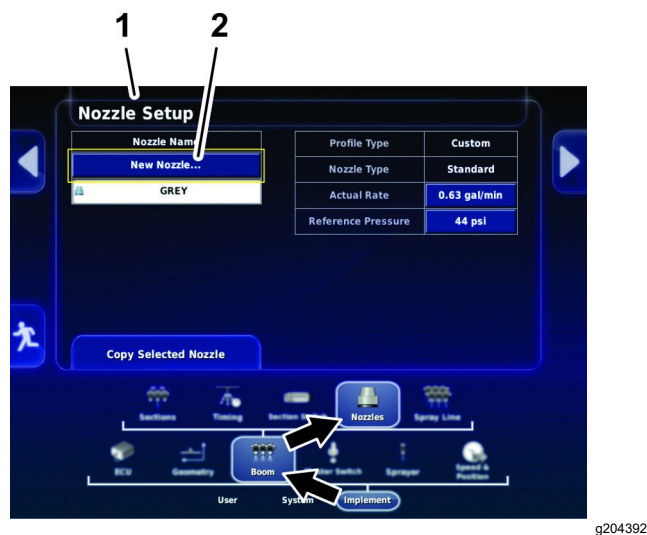

Figura 76
- 3. Pressione o ícone de Acessórios, ícone de Rampa e ícone de Bicos (Figura 76).
- 4. No ecrã de Configuração de bico, pressione o ícone de NOVO BICO... na parte superior do ecrã (Figura 76).